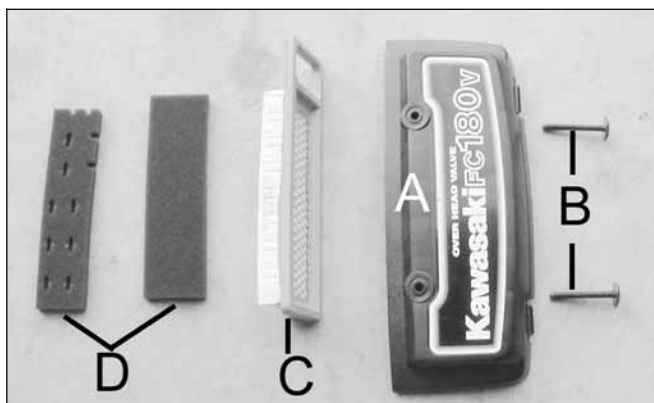

Figure 14 SH 60
• Déposez le boîtier du filtre à air (figure 14, repère A), en enlevant les deux vis (Figure 14, repère B). Sortez la cartouche filtrante (Figure 14, repère C). • Toutes les 25 heures, sortez les mousses (Figure 14, repère D) et nettoyez-les avec de l'eau savonneuse. Rincez-les, essorez-les et séchez les. • Imbibez-les légèrement d'huile moteur. • Tapotez légèrement la cartouche filtrante sur une surface plate, puis nettoyez-la à l'air comprimé dans le sens inverse du passage de l'air. Echangez la si elle est trop encrassée	• Déposez le carter du filtre à air, en dévissant l'écrou à oreilles (Figure 14 bis). Sortez la cartouche filtrante et enlevez la mousse. Nettoyez l'élément papier la à l'air comprimé dans le sens inverse du passage de l'air. Echangez le si il est trop encrassé. • Toutes les 25 heures, nettoyez la mousse (Figure 14 bis) et nettoyez-la avec de l'eau savonneuse. Rincez-la, essorez-la et séchez la. • Imbibez-la légèrement d'huile moteur. • Le nettoyage effectué, remontez la mousse et la cartouche filtrante. Remontez le boîtier à l'aide de l'écrou à oreilles.
Figure 14 bis SH 70